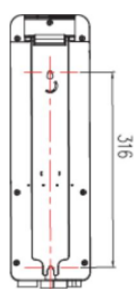

Imagen 1
1. Fije los 2 tornillos M5x10 en los orificios roscados del marco como se muestra en la imagen 1.